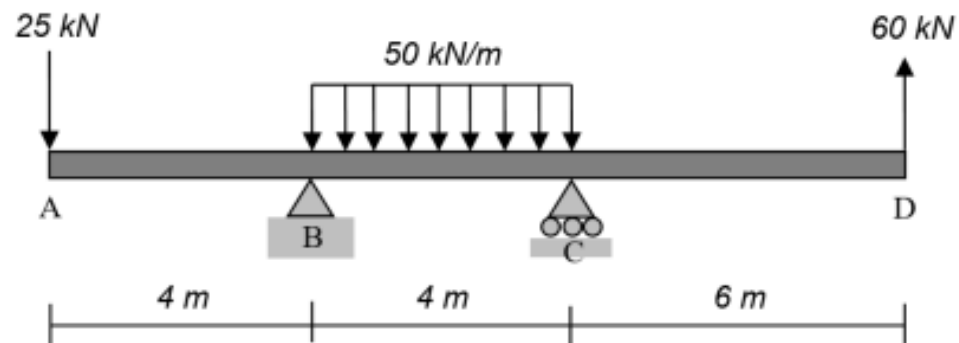

Figura 2
6. Trace o diagrama de esforço cortante e o diagrama de momento fletor para a viga e carregamento mostrado na Figura 2 e determine o valor absoluto máximo do esforço cortante e do momento fletor, indicando em que zona da viga se encontra.